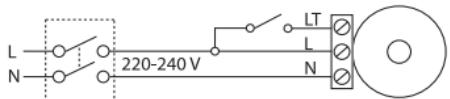

Fig. 5
Timer styrer ettergangstiden etter at fukt er ventilert ut. Timer starter også viften når spenning slås på, og hvor lenge viften går etter at spenning er slått av, uavhengig av fuktnivå. Ettergangstiden kan justeres mellom 2-30 min. Fuktsensor kan justeres mellom 60-90% RH. Justering av fuktsensor og timer; Ta av frontdeksel. Åpne lokk iht. Fig. 8. Drei justeringsskruer iht. anvisninger på viften. Bruk medfølgende plastskrujern som er festet i viften, Fig. 7. Koples iht. Fig. 5.
NB! Ved tilkobling av vifter med timer og fuktsensor (TH) må viften tilkobles separat bryter som vist i fig. 5. Hvis ikke viften tilkobles via en slik bryter, vil ikke timerfunksjonen virke.
Timern styr eftergångstider efter att fukt ventilerats ut. Timern startar även fläkten när spänningen slås på och styr hur länge fläkten går efter att spänningen har stängts av, oberoende av fuktnivå. Eftergångstiden kan justeras mellan 2 och 30 minuter. Fuktsensorn kan justeras mellan 60 och 90 % RH. Justering av fuktsensor och timer: Ta av frontlocket. Öppna locket enligt fig. 8. Vrid justeringsskruvarna enligt anvisningarna på fläkten. Använd medföljande plastskruvmejsel som är fäst i fläkten, fig. 7. Kopplas enligt fig. 5.